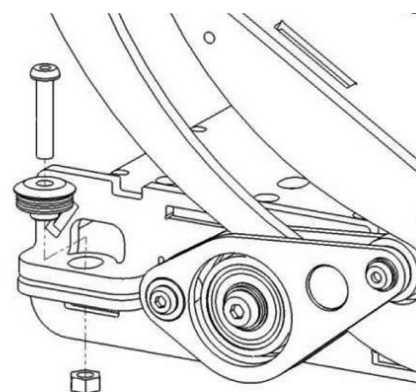

Bild 26. Montera skruvarna, fjäderbrickorna och muttrarna på höger och vänster sida.
13. Montera skruvarna, fjäderbrickorna och muttrarna på höger och vänster sida. See fig. 26.